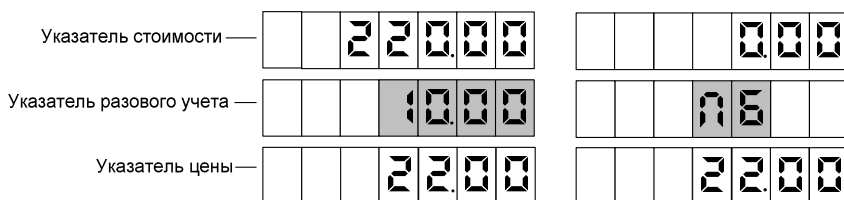

Рисунок 6
9.2 Для выдачи топлива необходимо задать дозу с системы управления. Когда устройство будет готово к отпуску топлива, в средней строке табло мигающими символами отобразится величина заданной дозы, а в случае отпуска "до полного бака" – символы "ПБ" (рисунок 6). Это дает клиенту удобный способ определить, когда можно начать заправку, а также убедиться, что задано именно то количество топлива, которое он заказывал. Для запуска налива необходимо снять раздаточный кран или подать команду "Пуск" с системы управления, после чего значения стоимости и объема на табло обнуляются. С этих пор на табло отображается отпущенная на текущий момент доза.